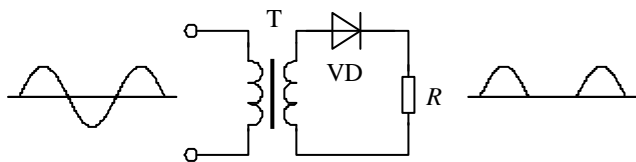

图 1-15 整流电路
(1) 整流电路 利用二极管的单向导电性可以将交流电变为脉动的直流电，这种变换称为整流。图 1-15 是简单的整流电路。